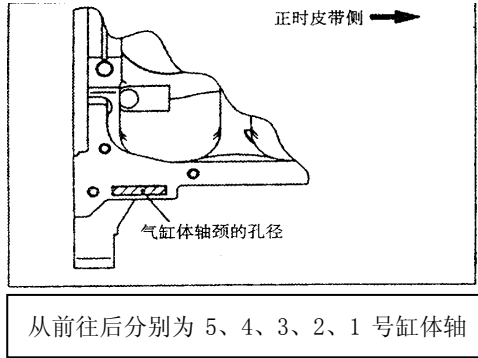
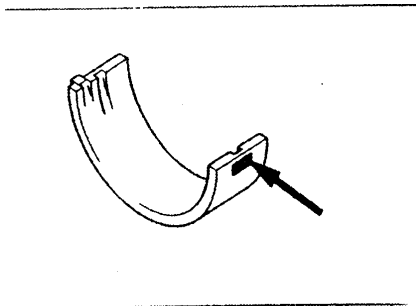

图 3-63
图 3-64
b. 表示气缸体轴承孔径的识别记号是用发动机前面的 1 号刻印在所示的位置。必须根据这些识别记号来选择和安装轴承（见图 3-63、图 3-64）。